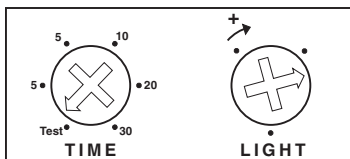

Figure 4 - Panneau de commande
4. Pour les essais, servez-vous d'un petit tournevis phillips pour placer le commutateur TIME en position TEST (30 secondes) (voir la Figure 4). Rétablir l'alimentation au disjoncteur.
Il y a périodes prédéfinies pour la durée de fonctionnement de l'éclairage : Test (30 secondes), 5, 10, 20 et 30 minutes. Servez-vous d'un petit tournevis phillips pour régler la commande TIME (voir la Figure 4). Faites tourner la commande TIME jusqu'à ce qu'elle s'enclenche à la position souhaitée (la flèche détermine la position).
Vous pouvez adapter la sensibilité du détecteur à la lumière ambiante. Régler la commande LIGHT avec un petit tournevis phillips (voir la Figure 4). Lorsque la commande est complètement tournée dans le sens des aiguilles d'une montre (la flèche détermine la position), le détecteur allume l'éclairage, même en plein jour. En tournant la commande complètement dans le sens contraire, le détecteur n'allume l'éclairage que lorsque la lumière ambiante est très faible.